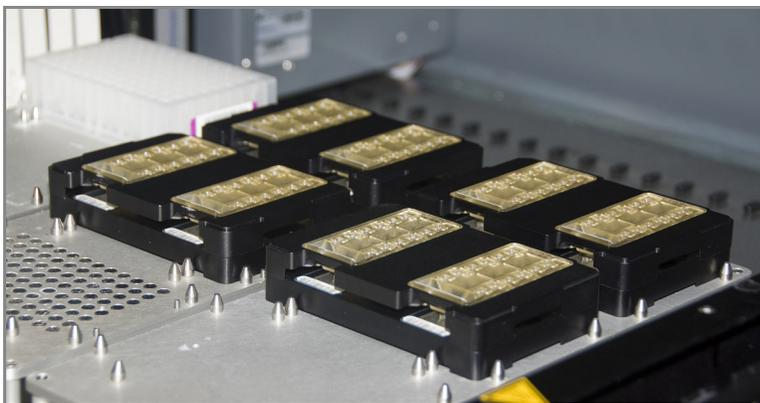

**Рис. 149** Окно процесса гибридизации чипов Multi BC2
10. Разместите центрирующие устройства для BeadChip на платформе робота в соответствии со схемой (Рис. 149).